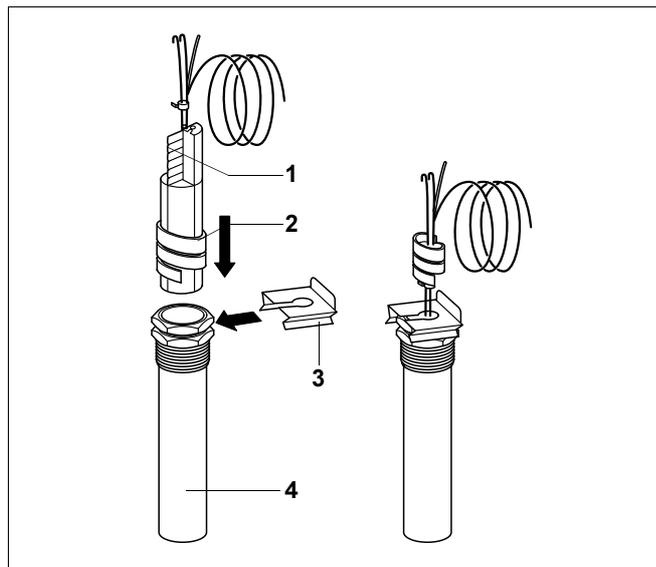

Fig. 17 Inserire la spirale di plastica nel pozzetto ad immersione
- La spirale di plastica (fig. 17, **pos. 2**) – che tiene assieme le sonde – viene espulsa automaticamente al momento dell'innesto.
Per garantire il contatto fra il pozzetto ad immersione (fig. 17, **pos. 4**) e le superfici delle sonde, realizzando così una sicura trasmissione di temperatura, la molla di compensazione (fig. 17, **pos. 1**) deve essere spinta fra le sonde.